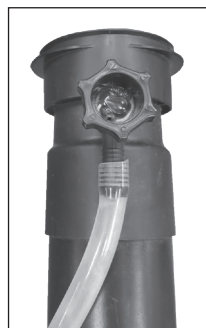

Рис. 24
2. Настройте регулятор подачи жидкого распыляемого вещества (рис. 24). Большой номер соответствует большому потоку распыляемой жидкости. Необходимый номер позиции регулятора должен быть установлен напротив шланга распылителя.